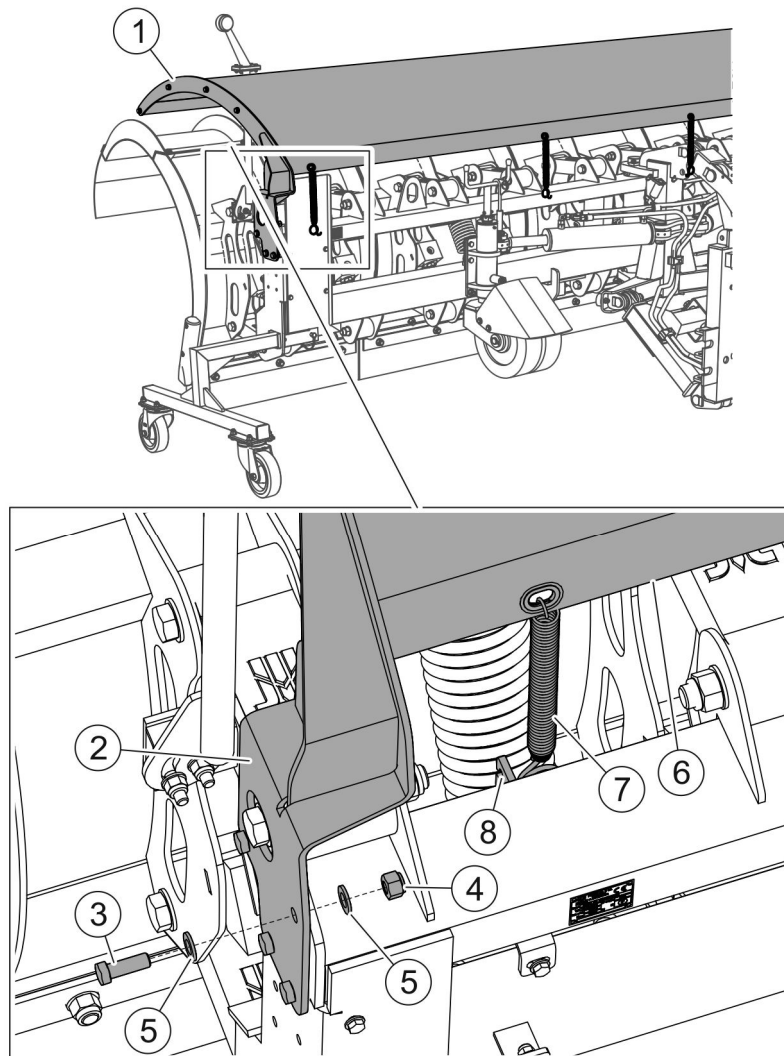

РИСУНОК 5.6 Монтаж противопыльной защиты
(1) – противопыльная защита; (2) – основание защиты; (3) - болт; (4) - гайка; (5) – шайба; (6) – тент; (7) – пружина; (8) – держатель пружины.
Имеется возможность опционально оснастить снегоотвал противопыльной защитой (1) (РИСУНОК 5.6). Монтаж состоит в закреплении оснований защиты (2) на раме снегоотвала при помощи болтов (3) с обеих сторон противопыльной защиты. После закрепления оснований (2) нужно натянуть тент (6) при помощи пружин (7).